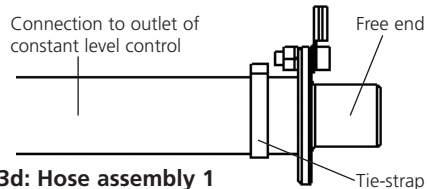

Figure 3d: Hose assembly 1
9. Voir la fig. 3d. Fixez soigneusement le bout du flexible court de 16 mm de l'ensemble de flexibles 1 sur la sortie du contrôleur de niveau constant. Dans le kit de flexibles, prenez une longueur de 1 000 mm de flexible de 16 mm et fixez-le au bout libre de l'ergot de mise à la terre. Pour faciliter la connexion, chauffez d'abord le flexible avec de l'eau chaude. Fixez avec le collier fourni.